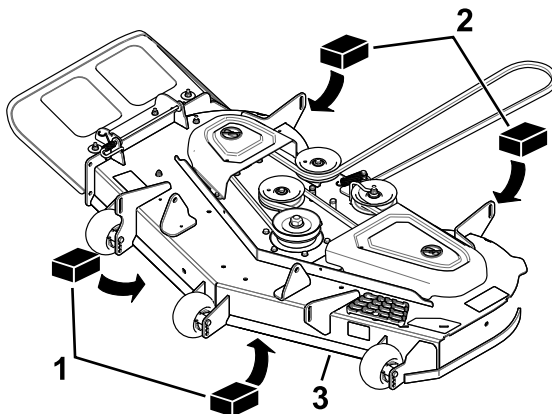

Figura 58
3. Coloque dos bloques de 6.6 cm (2⁵/₈" de grosor debajo de cada lado del borde delantero de la carcasa, pero no debajo de los soportes de los rodillos protectores del césped (Figura 58).
4. Coloque dos bloques de 7.3 cm (2⁷/₈" de grosor debajo del borde trasero del faldón de la carcasa de corte, uno en cada lado de la carcasa de corte (Figura 58).